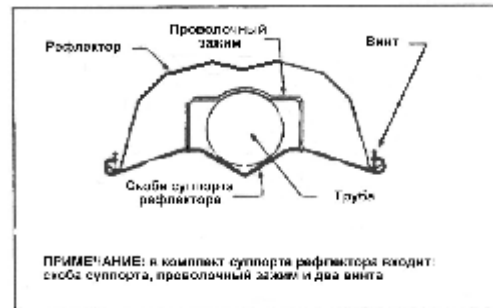

Рисунок 3. Скоба суппорта рефлектора.
5. Установите скобу суппорта рефлектора на 100 мм от обоих концов рефлектора. (Смотрите Рисунок 3)